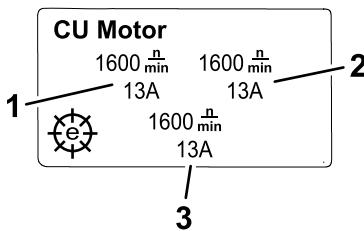

Figura 20
- **Pantalla de información de los motores de las UC (Figura 20):** muestra la velocidad y la corriente del motor de cada unidad de corte.